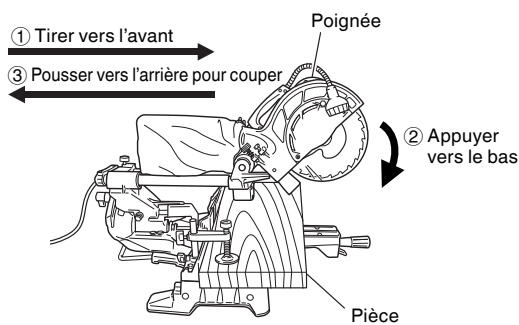

Fig. 28
Puis, appuyer sur la poignée et ramener la lame vers l'arrière pour couper la pièce comme indiqué à la Fig. 28. Cela facilitera la coupe des pièces d'une hauteur allant jusqu'à 2-9/16" (65mm) et d'une largeur allant jusqu'à 12-1/4" (312mm).
**⚠ AVERTISSEMENT:** \* Lors d'une coupe avec chariot, procéder comme indiqué à la Fig. 28. Une coupe avec chariot vers l'avant (vers l'opérateur) serait très dangereuse car la lame pourrait effectuer un retour vers le haut. En conséquence, toujours déplacer la poignée loin de l'opérateur.